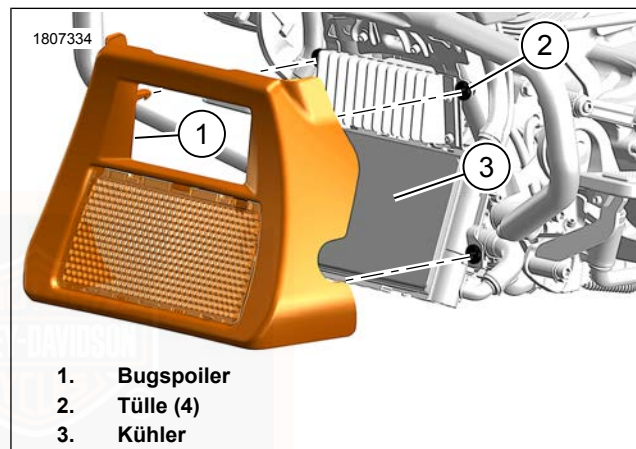

Abbildung 105. Bugspoiler
1. Siehe Abbildung 105. Bugspoiler ausbauen.
- b. Den Bugspoiler (1) gerade nach vorne ziehen.
2. Ablagerungen von den Kühlerlamellen (3) entfernen.
- c. Die Hakenstifte am Bugspoiler auf die Tüllen (3) ausrichten.